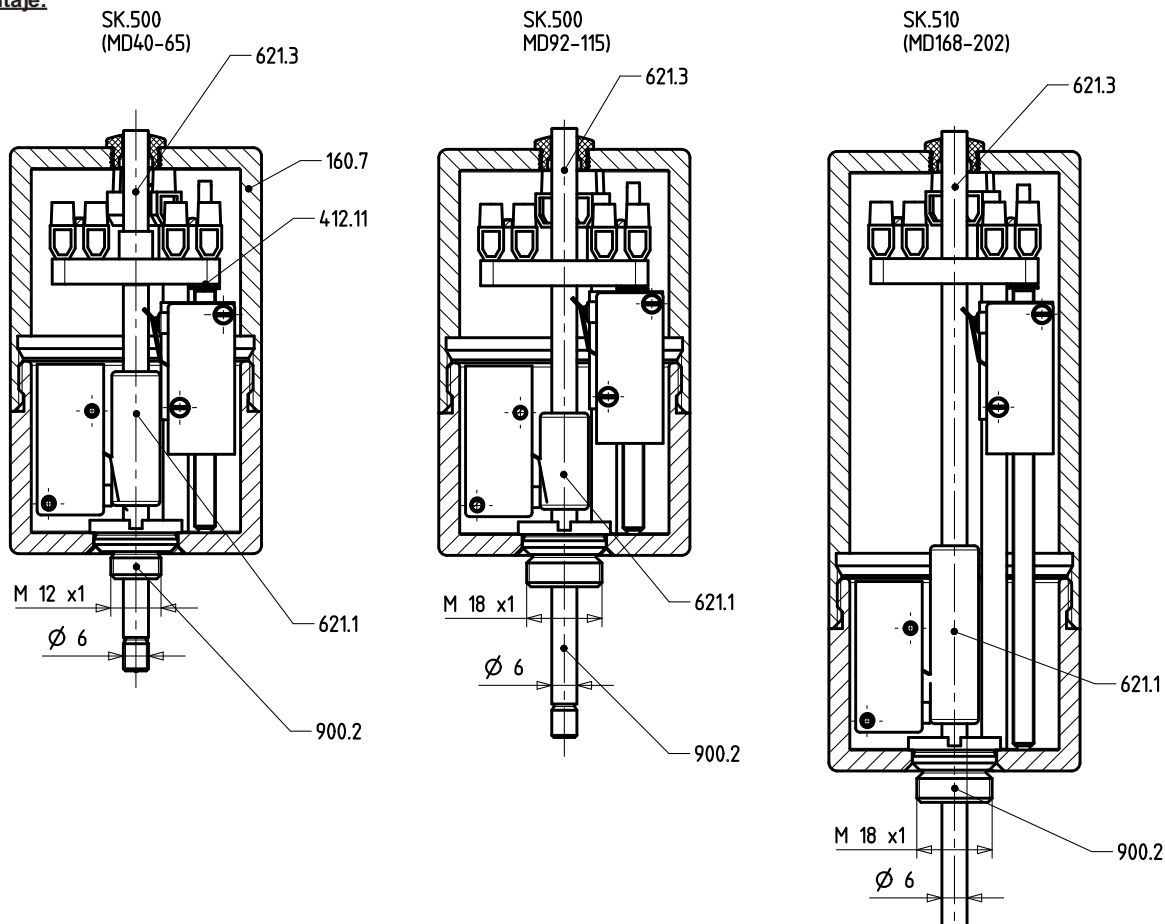

Figura 21: Resumen del indicador de protección con interruptor de fin de carrera mecánico SK.500/510
Para válvulas con accionamiento SISTO-C: S-C LAP.520/530 SF/OF/AZ MD 40 - 202 (figura 21)
<p>NOTA</p> <p>En caso de montaje posterior del indicador de posición, debe indicarse el tamaño de la válvula y del accionamiento en el pedido. Las tres unidades de los indicadores de posición se ajustan a los tamaños de las válvulas (figura 21).</p>
4. Retirar la unidad del indicador de posición [621.1] (figura 21).